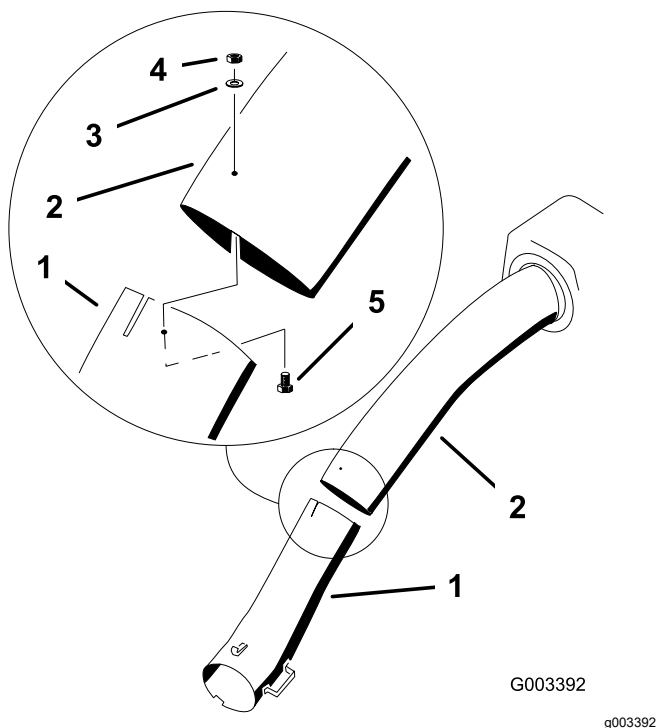

Figura 30
14. Una los tubos superior e inferior con 3 pernos (Nº 10 x ¾"), 3 arandelas planas (7/32"), y 3 contratueras (Nº 10), según se muestra en la figura Figura 30.